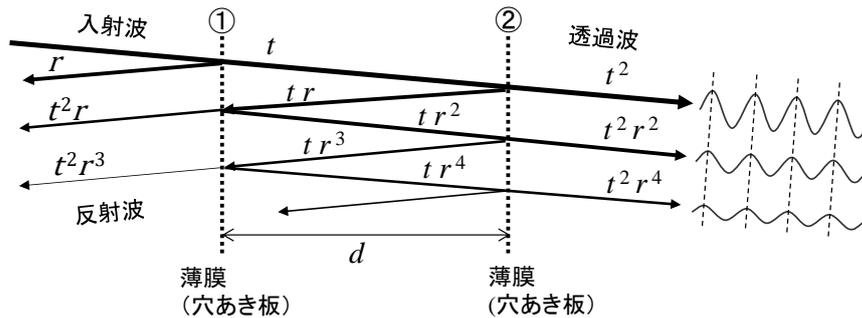

図 2-12 ファブリー・ペロー干渉計の原理 (実際には波は①の面に垂直に入射するが、分かりやすくするために、入射波の方向を少し傾けて図示してある)。
ファブリー・ペロー干渉計は、波の往復によって干渉の効果を高め、非常に分解能の高い分光を行う時に利用される。図 2-12 に示すように、2 枚の半透明鏡①②（音波の場合には薄膜や穴あき板など）を置いて、左側から波を入射させる。膜を透過する波、反射す
透過波すべての和を計算することで, 最終的に観測される波の振幅を計算することができる。反射の回数が増えるにしたがって, 振幅は小さくなり, 同時に位相もずれてくるので, その和を計算する事は簡単ではないが, ①と②の間隔 d がちょうど半波長の整数倍 (式(2-10)で $\delta_0 = 0$ と仮定) になっている場合に限っては, 図 2-12 の右端に示したようにすべての透過波の位相が完全に揃って強め合うので, 合成した波の振幅は各透過波の振幅の単なる和になる。したがって, 入射波の振幅を 1 とすると, 合成した波の振幅 A は,